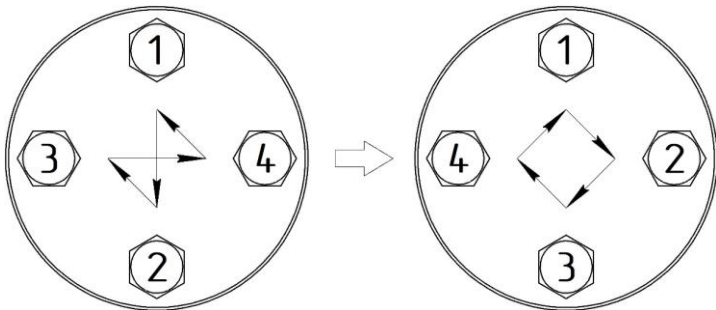

Рисунок 8.1 – Схема затяжки гаек фланцевого соединения
- затяжку гаек фланцевого соединения следует выполнять равномерно в 3...4 подхода в последовательности «крест-накрест» (см. рис. 8.1). В качестве последней операции рекомендуем затяжку по кругу;